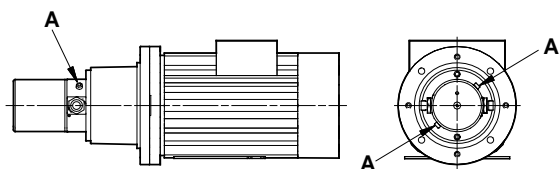

Fig. 4 Tappi di sfiato
1. **Sfiato:** prima di avviare la pompa, allentare i tappi di sfiato "A", vedere fig. 4. Quando l'acqua inizia a fuoriuscire dai fori, la pompa è piena d'acqua. Riserrare i tappi.